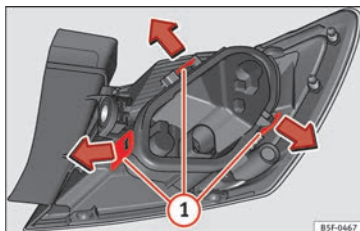

Fig. 117 Lengüetas de fijación en la parte posterior de la unidad de luz trasera.
- Desmonte el portalámparas » **fig. 117** desbloqueando las lengüetas de fijación ①.